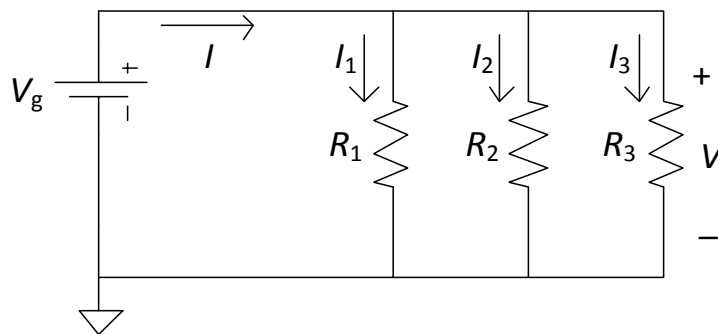

Figura 3. Circuit amb connexió paral·lel de resistències.
P3. Respecte al circuit de la Figura 3
- E3. Munteu el circuit de la Figura 3 amb els valors esmentats a la qüestió P3.c. A continuació: